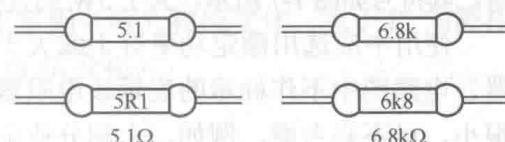

图1-4 电阻值直标法
(1) 直标法，即将电阻值直接印刷在电阻器上。例如，在 $5.1\Omega$ 的电阻器上印有“5.1”或“5R1”字样，在 $6.8k\Omega$ 的电阻器上印有“6.8k”或“6k8”字样，如图1-4所示。
(2) 色环法，即在电阻器上印刷4道或5道色环来表示阻值，阻值的单位为 $\Omega$ 。